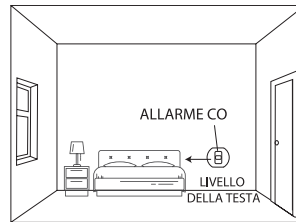

Figura 2: Installazione in una camera da letto o in un altro locale privo di apparecchi a combustibile (installazione a livello della testa)
2. Installare l'allarme CO in una camera da letto o in un locale privo di apparecchi a combustibile (vedere Figura 2):